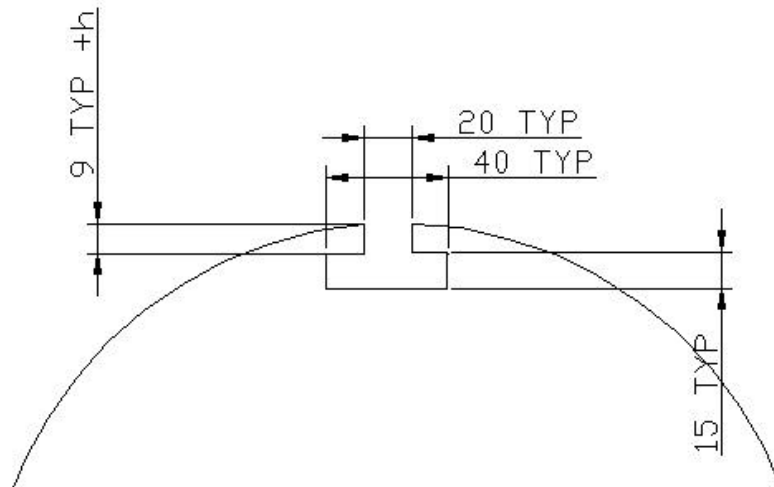

Fig. 5 Dimensiones ranura en T
**NOTA** Debido a que se colocará la ranura en T de forma tangente a la cara cilíndrica no se podrá obtener el valor de la profundidad correcta directamente, será necesario agregar una distancia  $h$  adicional que se podrá obtener de la fórmula mostrada en la Fig. 5.